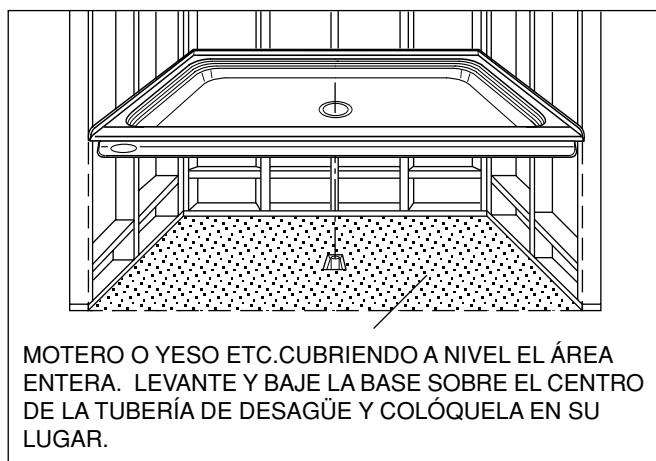

Figura 1
**PASO 1.** Si el subsuelo está nivelado, no se requiere ninguna preparación. Ud puede continuar con la instalación de la tina. Nívela la base de la ducha esparciendo compuesto para nivelar, cemento, yeso o espuma estructural de mínima expansión con densidad mínimo de 5 libras/pie cúbico **UNIFORMEMENTE** sobre la superficie **ENTERA** dónde se instalará la base. (Vea Figura 1.) NOTE: El compuesto que se usa **TIENE** que hacer contacto con la superficie total en la base. La base **NO** debe estar sostenida por la pestaña de base.
Si el subsuelo está nivelado, no se requiere ninguna preparación. Ud puede continuar con la instalación de la tina. Nivele la base de la ducha esparciendo compuesto para nivelar, cemento, yeso o espuma estructural de mínima expansión con densidad mínimo de 5 libras/pie cúbico **UNIFORMEMENTE** sobre la superficie **ENTERA** dónde se instalará la base. (Vea Figura 1.) NOTA: El compuesto que se usa **TIENE** que hacer contacto con la superficie total en la base de las patas. La base **NO** debe estar sostenida por la pestaña de base. Los dos lados de una unión o empalme del contrapiso deben estar nivelados entre sí. Nivele y soporte el área cortada par la tubería de desagüe si excede las dimensiones de 5"x5".